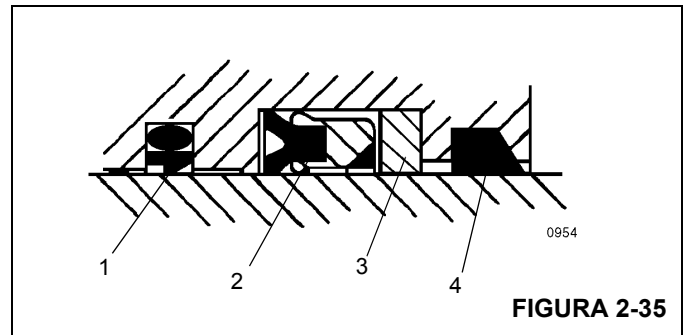

FIGURA 2-35
4. Instale los anillos de desgaste, el sello intermedio y el sello profundo en Z de varilla de repuesto en el interior de la cabeza. Asegúrese que el reborde del sello intermedio esté cerca al sello profundo en Z de la varilla (Figura 2-35). Asegúrese que la ranura del borde del sello profundo en Z de varilla esté más cerca al sello intermedio.